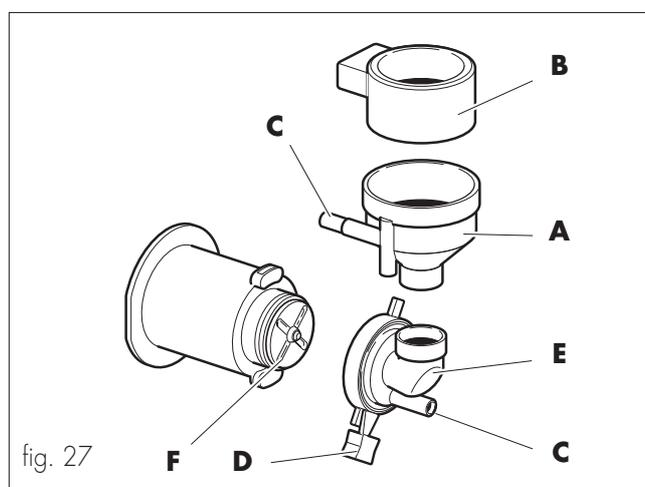

fig. 27
- Quitar el embudo (ref. **A**, fig. 27) de caída de soluble y la tapa del mismo (ref. **B**, fig. 27). Separarlos del cuerpo del batidor y extraer también los tubos de silicona de las boquillas (ref. **C**, fig. 27).
- Girar la palanca de enganche (ref. **D**, fig. 27).
- Extraer el cuerpo del batidor (ref. **E**, fig. 27).
- Limpiar la membrana giratoria del batidor (ref. **F**, fig. 27) con una esponja humedecida en agua tibia, sin presionar excesivamente para no perjudicar la posición de la junta de sellado.
- Prestar especial atención a la instalación correcta de los tubos de silicona en las boquillas (ref. **C**, fig. 27) del batidor.